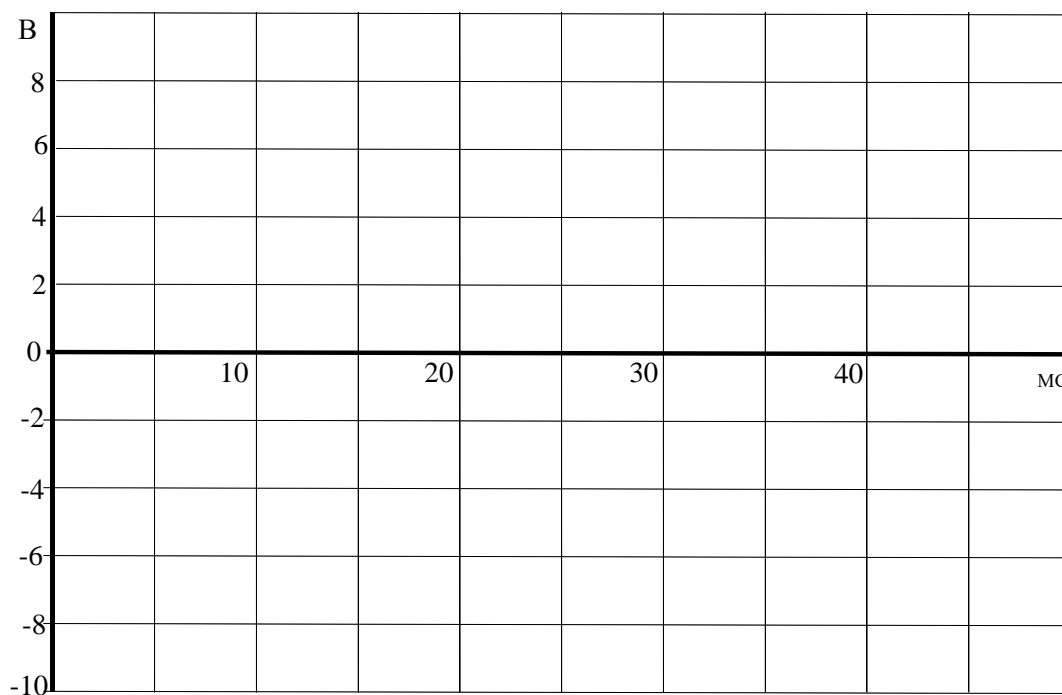

Рисунок 5
1.2. Включите виртуальные приборы V0 и V1 и осциллограф. Подключите два любых входа осциллографа к каналам V0 и V1. Установите развертку 5мс/дел. Перенесите на график (рис. 5) осциллограммы входного и выходного напряжений.